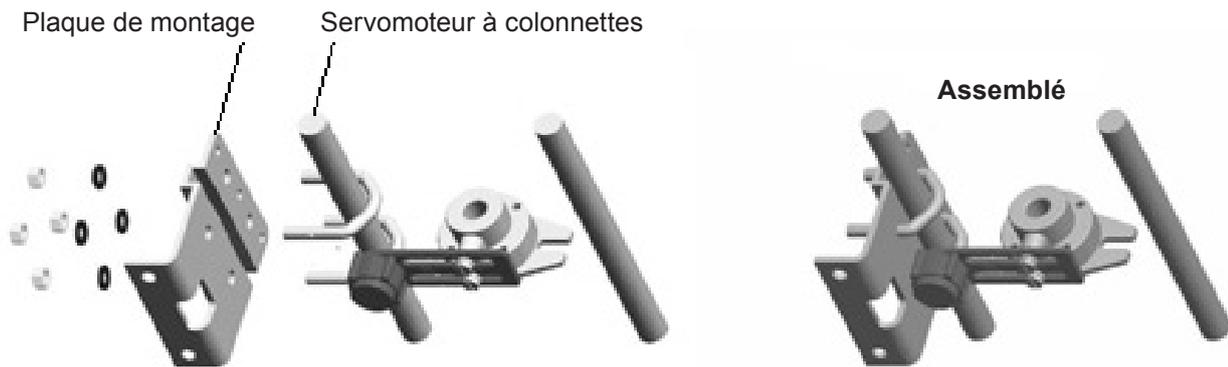
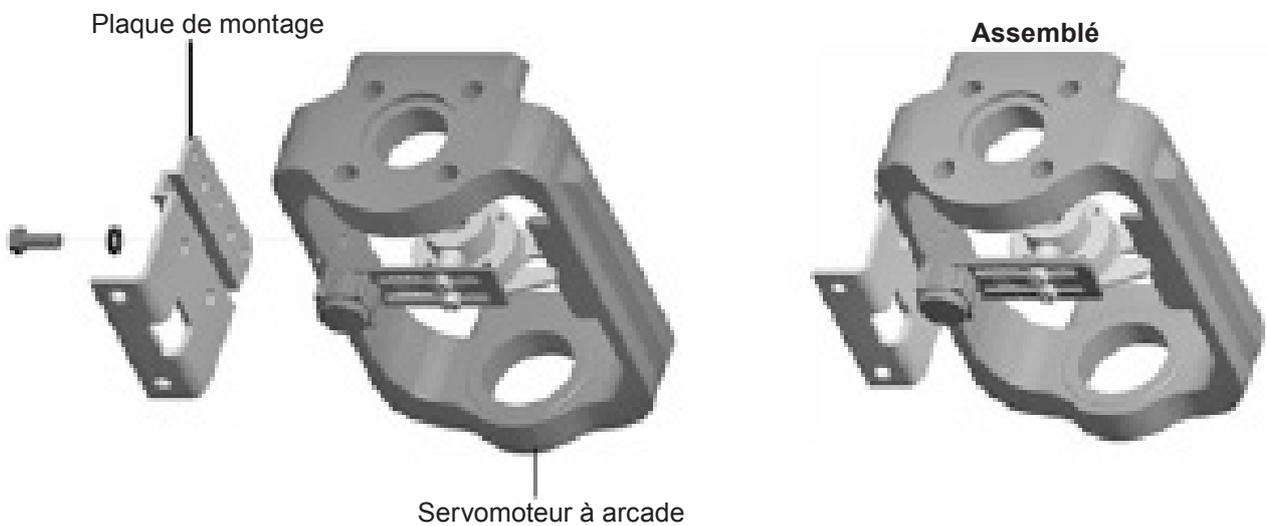

Fig. 29 Assemblage servomoteur à colonnettes
Fig. 30 Assemblage servomoteur à arcade
5.2.4 Fixer la plaque de montage sur le servomoteur comme montré sur les schémas suivants : pour le servomoteur à colonnettes (Fig. 29), et pour le servomoteur à arcade (Fig. 30).
Régler la position verticale du SP500 et l'ensemble plaque de montage en le déplaçant vers le haut ou vers le bas sur les servomoteurs à colonnettes, et s'assurer que le positionneur est à peu près centré sur la course de la vanne/servomoteur (voir Fig. 30).